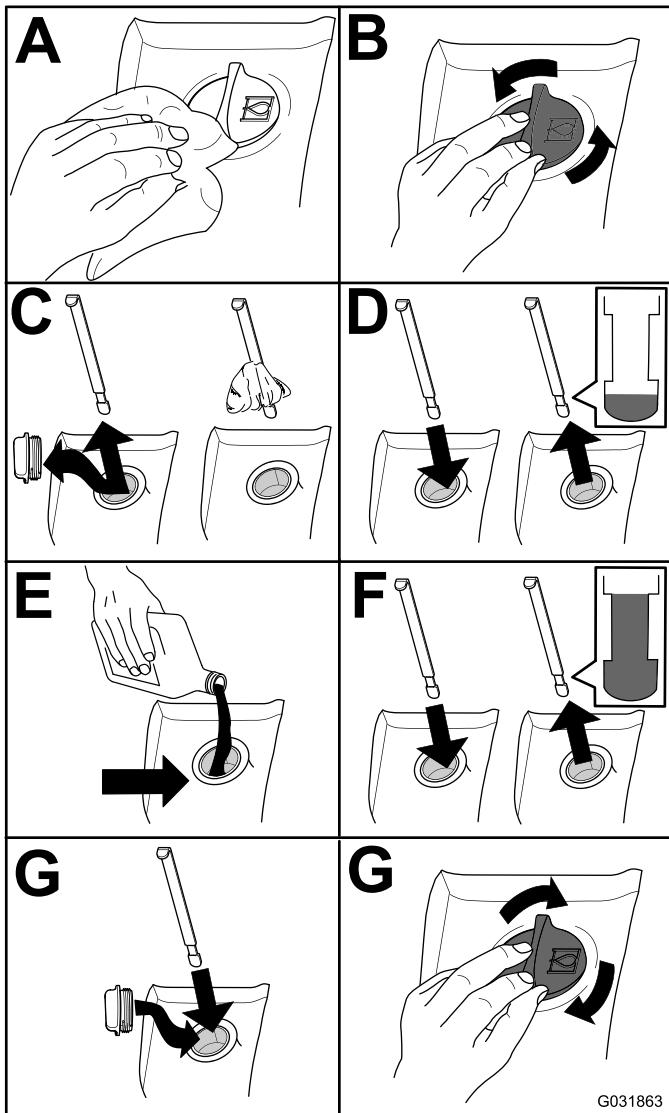

Figura 75
2. Controllare il livello del fluido idraulico (Figura 75).